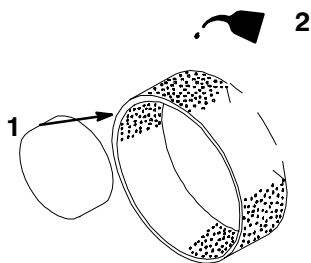

Figure 18
- C. Verser 30 à 60 ml d'huile (1-2 oz.) sur l'élément (Fig. 18). Presser l'élément pour bien répartir l'huile.